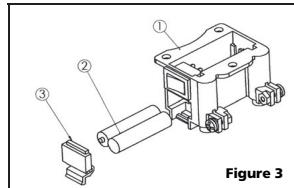

Figure 3
3. Retirer le couvercle de piles (3) et insérer deux piles "AAA" (2) selon la direction indiquée à la figure 3.
4. Les insérer dans la boîte de laser (1), en s'assurant que l'anode (+) et la cathode (-) de chaque pile sont placées conformément aux marques du couvercle des piles (3).
5. Replacer le couvercle de piles (3) sur la boîte de laser (1).